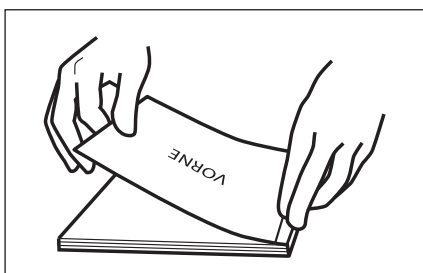

ABBILDUNG 23
9. Legen Sie auf einer glatten Oberfläche Ihr gebundenes Dokument in den Umschlag ein und stellen Sie sicher, dass die gebundene Kante des Buchblocks mit der Rillung des Umschlages abschließt (siehe Abbildung 23).
10. Schließen Sie nun vorsichtig das Buch und reiben beginnend in der Mitte des Buches über die Vorderseite, bis der Umschlag am Klebestreifen des Dokumentes befestigt ist (siehe Abbildung 23).